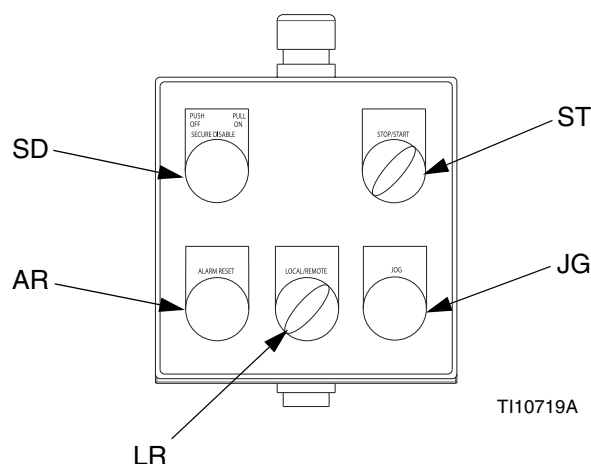

FIG. 4 : Boîtier de commandes locales
Le boîtier de commandes locales présente cinq commandes. Consultez la FIG. 4.
1. Mettez le commutateur START/STOP (ST) sur STOP. Consultez la FIG. 4.
2. Appuyez sur le commutateur SECURE DISABLE (SD).
3. Mettez le commutateur START/STOP (ST) sur STOP. Consultez la FIG. 4.
3. Appuyez sur le commutateur SECURE DISABLE (SD).
4. Mettez le commutateur START/STOP (ST) sur STOP. Consultez la FIG. 4.
5. Retirez le commutateur SECURE DISABLE (SD) pour le désenclencher.